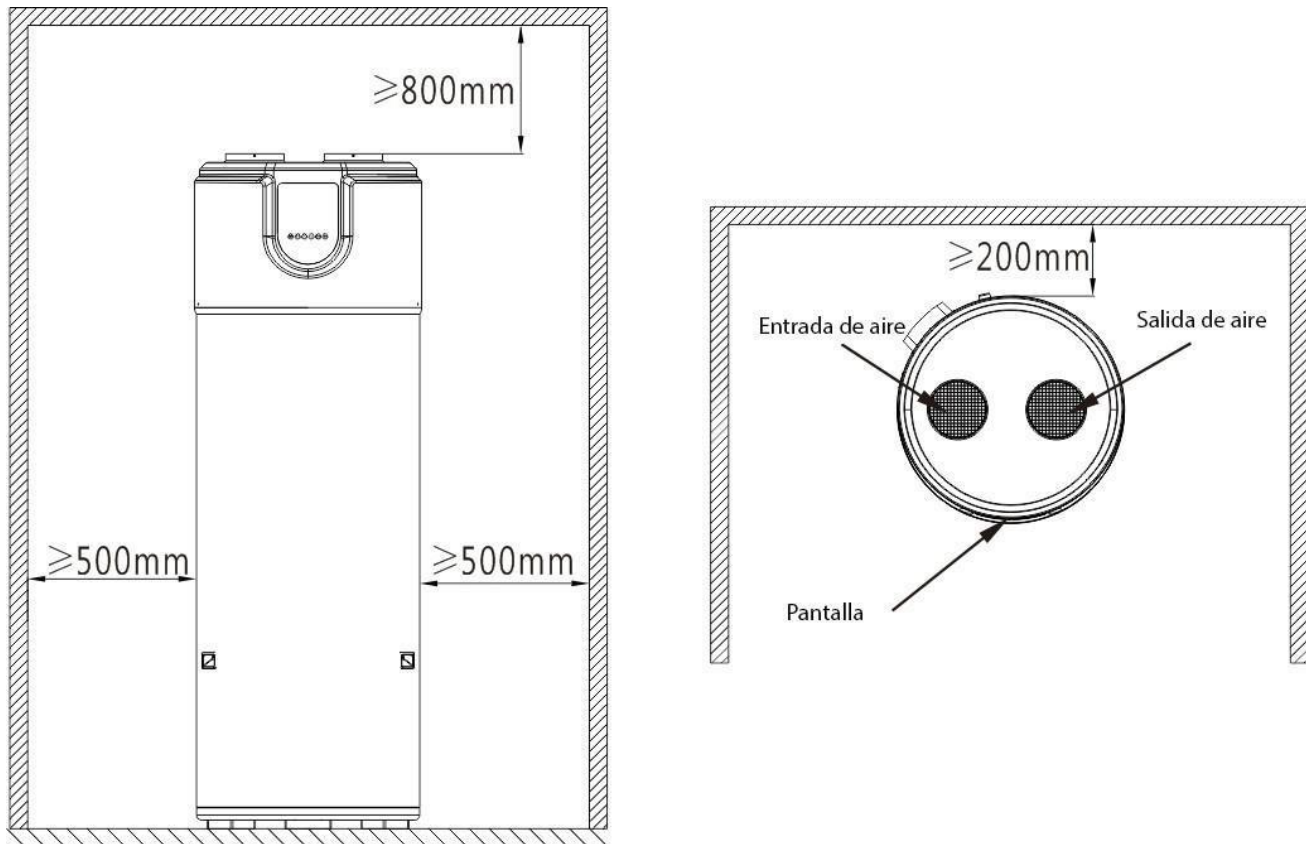

Fig.4 Espacio recomendado para la instalación y el mantenimiento
- Reserve el espacio para la instalación y el mantenimiento como se muestra en la Fig.4.